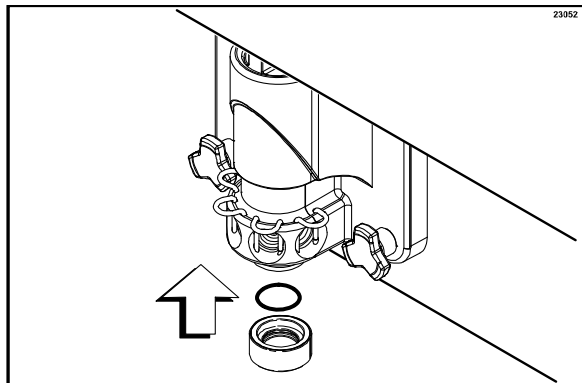

Figura 58
14. Coloque o anel de vedação na tampa da saída do produto. Encha a tampa de saída do produto com solução sanitizante. Instale a tampa na extremidade da saída da porta. (Veja a Figura 58.)